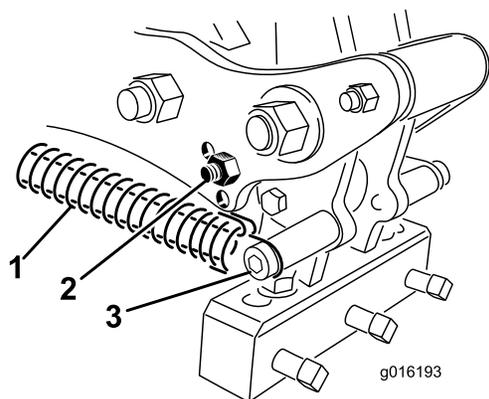

Figura 36
- Liberte a tensão da mola para a cabeça do dente (Figura 36).
- 4. Retire o parafuso do pára-choques e o pára-choques do braço de ligação e volte a colocá-los no outro orifício de ajuste (Figura 36).